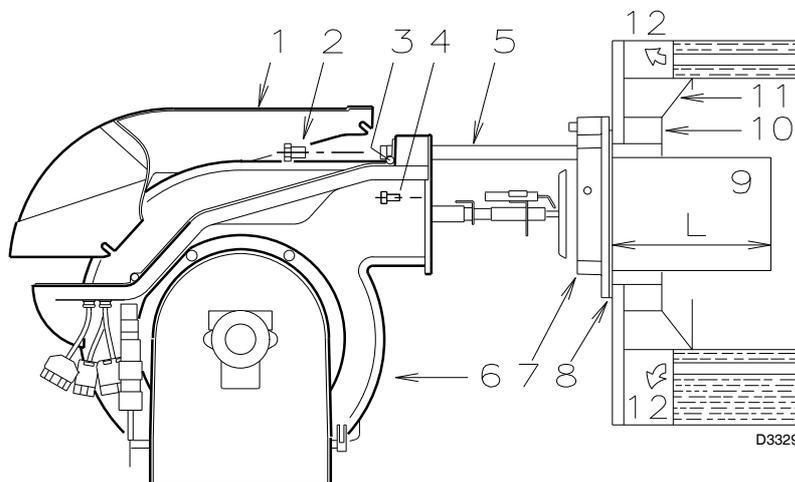

Fig. 7
En calderas con frontal refrigerado por agua, no es necesario el revestimiento refractario 10)-11)(Fig. 7), salvo que lo indique el fabricante de la caldera.
Fijar la brida 7)(Fig. 7) a la placa de la caldera, intercalando la junta 8) (Fig. 7) que se suministra. Utilizar los 4 tornillos que se suministran, después de haber protegido la rosca con algún producto antibloqueo.
- Abrir el quemador sobre las guías como en (Fig. 7, pág. 10).